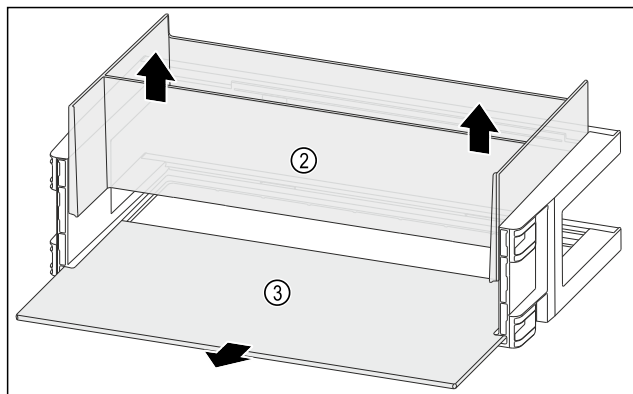

Fig. 93
- Wyjąć organizer Fig. 93 (2) do góry.
- Wyjąć półkę Fig. 93 (3).